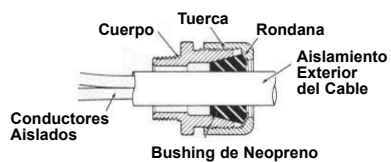

FIGURA 2
3. Pase el cable a través del cuerpo, lo suficientemente necesario para realizar las conexiones, figura 2; si el cable no pasa lo suficiente a través del cuerpo, retire parte del aislamiento exterior del cable.